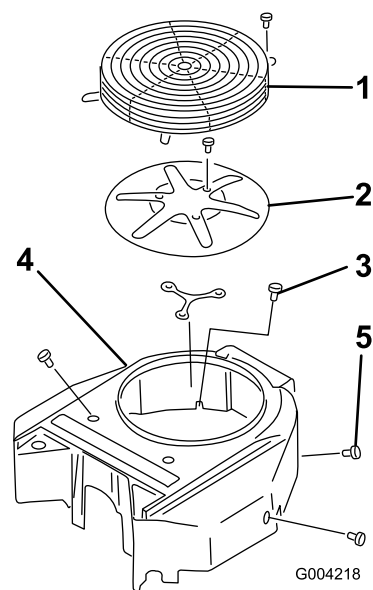

Figura 47
3. Togliete la griglia della presa d'aria, l'avviatore autoavvolgente e la sede della ventola (Figura 47).
5. Installate la griglia della presa d'aria, l'avviatore autoavvolgente e la sede della ventola (Figura 47).